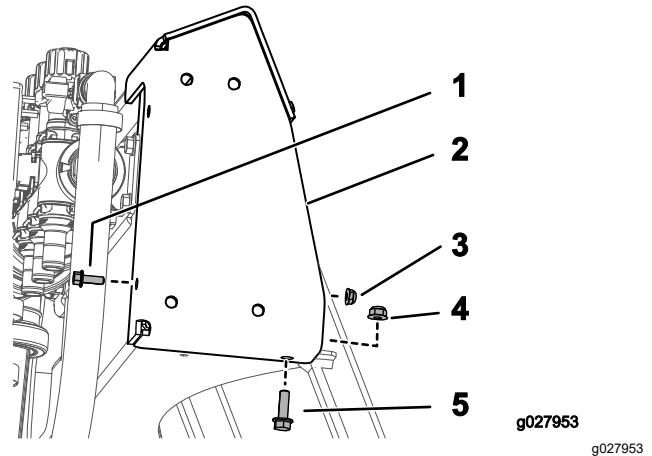

Figura 9
- Monte el soporte superior usando 1 perno (1/4-20 x 3/4"), 1 tuerca (1/4-20), 1 perno autoblocante (5/16-18 x 1") y 1 tuerca con arandela prensada (5/16-18), según se muestra en Figura 9.